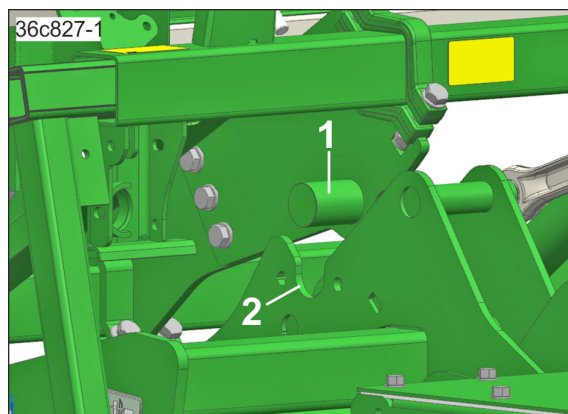

Рис. 128
4. Опоры сеялки (Рис. 128/1) должны попасть в захватные крюки (Рис. 128/2) почвообрабатывающей машины.